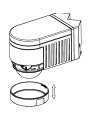

Figura 1
- Retire a tampa junto a janela de detecção e ajuste o botão TIME e LUX. Se necessitar de uma detecção inferior a 360°, pode instalar as mascaras fornecidas para limitar o ângulo de captura. (Figura 1). Desaperte o parafuso por baixo da janela de detecção e retire o fundo (Figura 2). Desaperte os dois parafusos na parte inferior e retire o fundo em duas partes. (Figura 3)